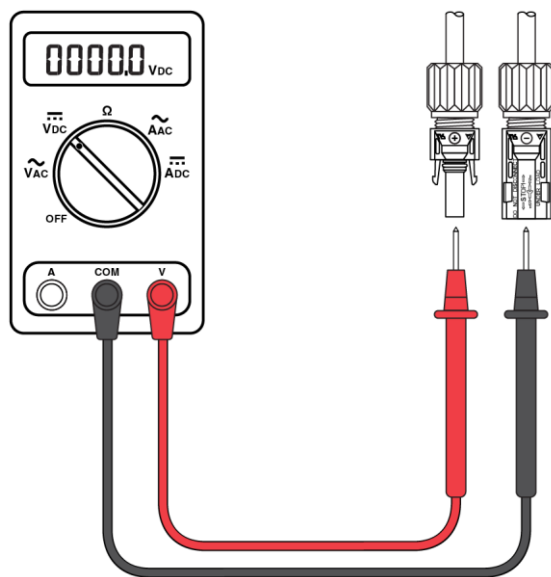

図 12:入力に接続する太陽電池ストリングの極性を確認する
7. 安全手順とプロトコルに従って電圧を測定し、入力 A に接続される太陽電池ストリングの極性を確認してください。図 12 参照。